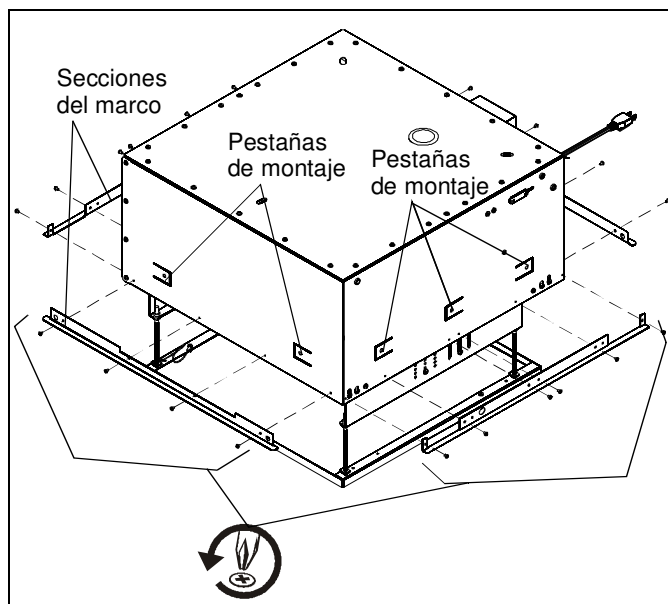

Figura 9
NOTA: Tal vez sea necesario quitar el marco a fin de que el elevador quepa en un cielorraso suspendido de 600 mm x 600 mm. Quite y deseche los tornillos y las secciones del marco de los cuatro laterales. (Consulte la Figura 9).
1. Fije el SL151i a las vigas o estructura de madera mediante las pestañas de montaje ubicadas en los laterales de la carcasa del elevador. Para ello, utilice tornillos de grado 2 de 1/4" de diámetro y 38 mm (1 1/2") de largo como mínimo (no incluidos). (Consulte la Figura 9).